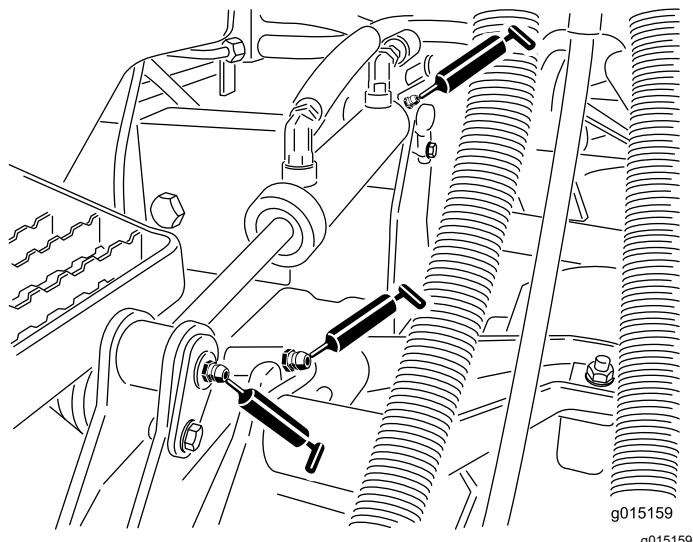

Figura 59
- Casquillos de los brazos de elevación (1 por unidad de corte); consulte Figura 59
- Casquillos de los cilindros de elevación (2 por unidad de corte); consulte Figura 59